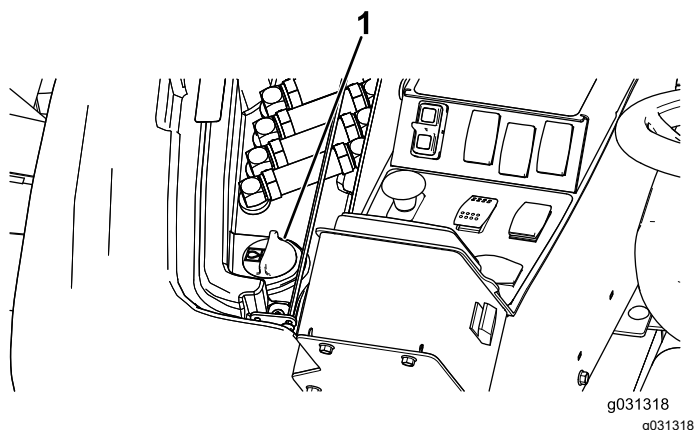

Figura 130
2. En el lado derecho de la máquina, levante la tapa para tener acceso al tapón del depósito hidráulico (Figura 130).
3. Limpie la zona alrededor del cuello de llenado y el tapón del depósito hidráulico (Figura 130).